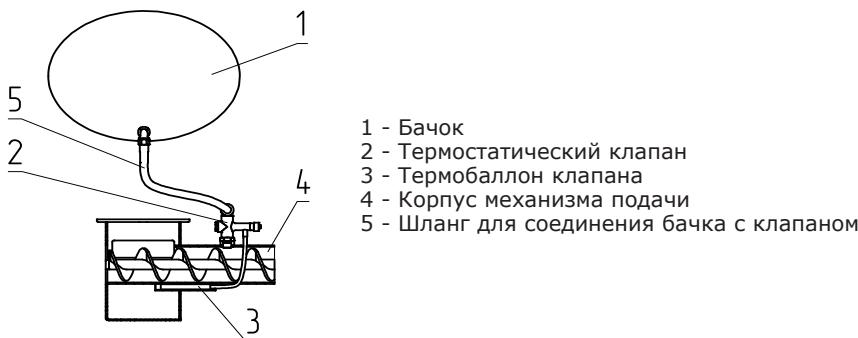

Рис.5 Система охлаждения топливопровода
5.5. Система охлаждения топливопровода (Рис.5) состоит из бака для воды (поз.1), терmostатического клапана (поз.2) к которому подключается шланг (поз.5), ведущий к бачку с водой. Терmostатический клапан имеет термобаллон (поз.3), который устанавливается в специальную гильзу на механизме подачи топлива. При нагреве газ внутри баллона расширяется и открывает клапан, через который вода из бачка поступает в механизм подачи. Перед установкой системы охлаждения топливопровода произвести демонтаж бункера.